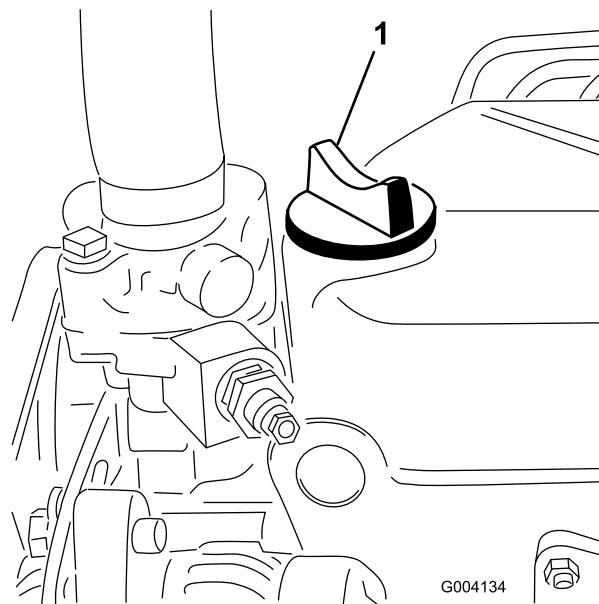

Figura 29
5. Se l'olio non raggiunge la tacca "Full" (pieno), togliete il tappo di riempimento (Figura 29) e aggiungete olio finché il livello non raggiunge la tacca.